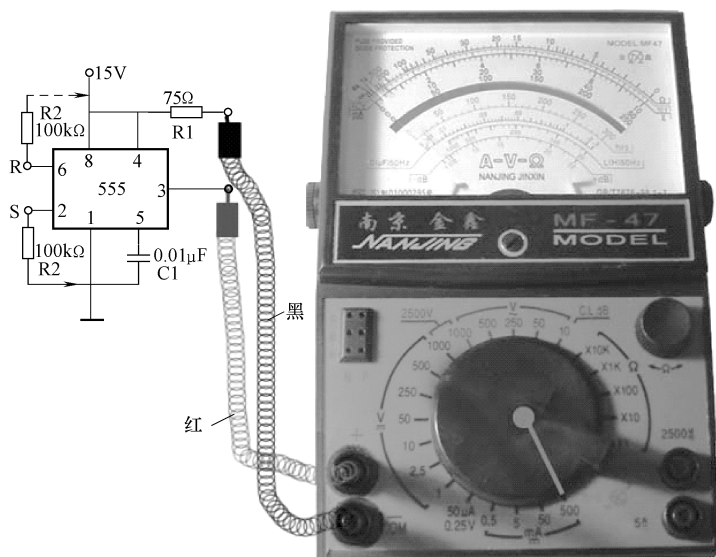

图 5-9 555 时基集成电路输出电流测试
将万用表置于电流 500mA 挡, 再用一只电阻为 100kΩ 的电阻器将 555 时基集成电路的②引脚与①引脚碰一下, 此时万用表指针所指示的值为输出电流值; 然后又用这只 100kΩ 的电阻器将 555 时基集成电路的⑥引脚与⑧引脚碰一下, 此时万用表指针指示为 0mA, 则表示 555 时基集成电路可靠截止。图 5-9 所示为 555 时基集成电路输出电流测试示意图。